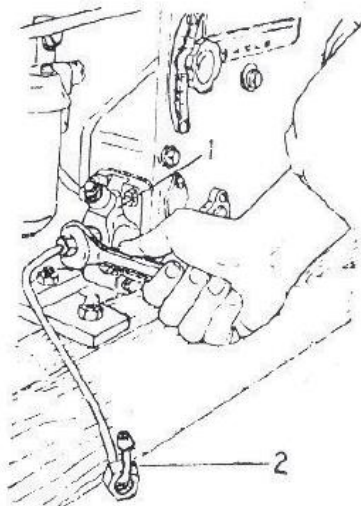

Fig. 11- Virar o tubo de combustível de alta pressão com sua ponta aberta para cima
2. Suelte la tuerca que conecta el tubo de combustible de alta presión en la bomba de inyección, gire el tubo de modo que el lado abierto del tubo quede hacia arriba y vuelva a colocar la tuerca como se muestra en la Fig.11. Después de escurrir la bomba de inyección hasta que el tubo de combustible de alta presión esté lleno de combustible.